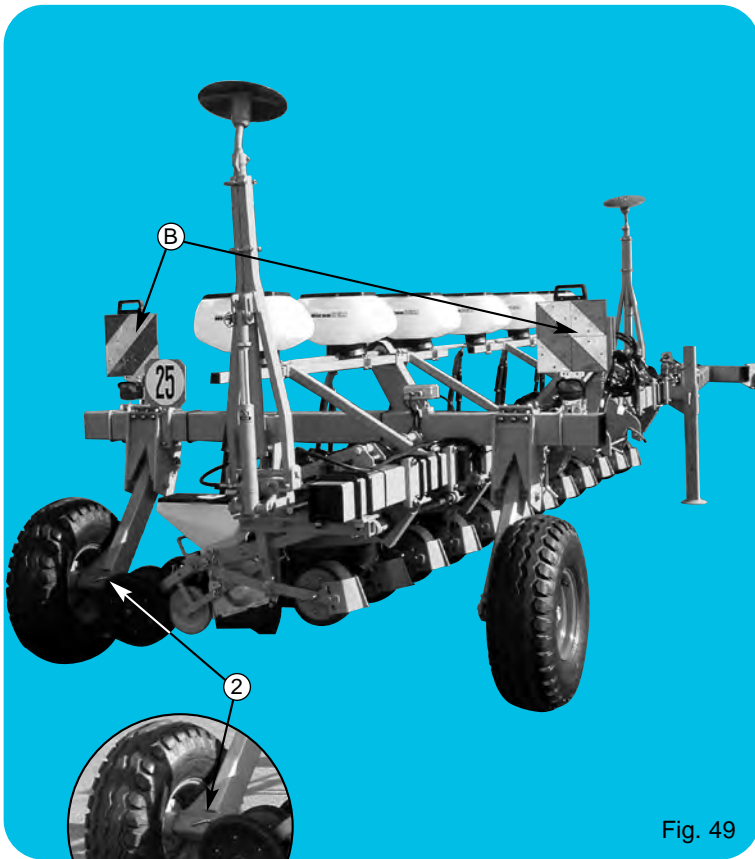

Fig. 49
- Positionner les 2 roues avec leurs moyeux dans les fourreaux (tubes carrés) des blocs roues et verrouiller avec les broches ② fig. 49.
- Positionner les plaques d'éclairage (B) fig. 49 dans leurs fourreaux.
- Position the 2 wheels with their hubs in the wheel units/sleeves (square tubes) and lock with pins ② fig. 49.
- Position lighting plates (B) fig. 49 in their sleeves.
- Die beiden Räder mit ihren Naben in die Hülsen (viereckige Röhren) der Radblöcke setzen und mit den Spindeln verriegeln ② Abb. 49.
- Die Beleuchtungssätze (B) Abb. 49 in ihren Hülsen positionieren.
- Posizionare le 2 ruote con i loro mozzi nei manicotti (tubi quadrati) dei blocchi ruote e bloccarli con le brocche ②. (fig. 49)
- Posizionare le placche di illuminazione (B) fig. 49 nei loro manicotti.